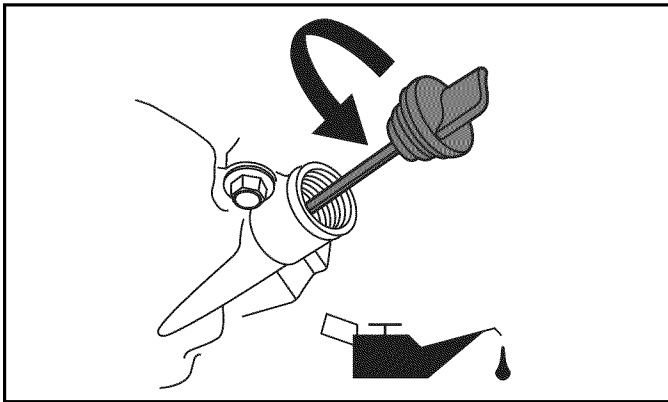

Figure 6-5. Ajout d'huile de moteur
2. Nettoyez la zone entourant l'orifice de remplissage d'huile et essuyez la jauge. Enlevez le bouchon de l'orifice de remplissage (Figure 6-5).